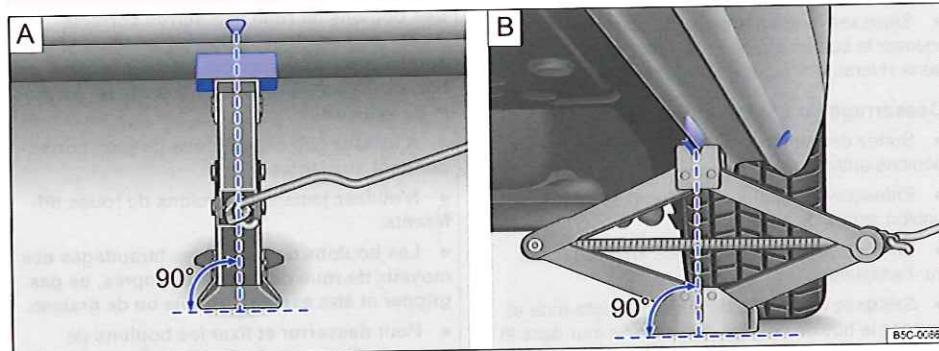

Fig. 243 Positionnement du cric à l'arrière, du côté gauche du véhicule.
9. Assurez-vous que toute la surface du pied du cric porte bien sur le sol et que le pied du cric se trouve bien verticalement sous le point de prise \Rightarrow fig. 243.
10. Ajustez le cric tout en continuant à déployer sa griffe jusqu'à ce que celle-ci saisisse le talon situé sous le véhicule \Rightarrow fig. 243.
- Positionnez le cric uniquement aux endroits préconisés. La griffe du cric doit saisir le talon du bas de caisse \Rightarrow fig. 243.